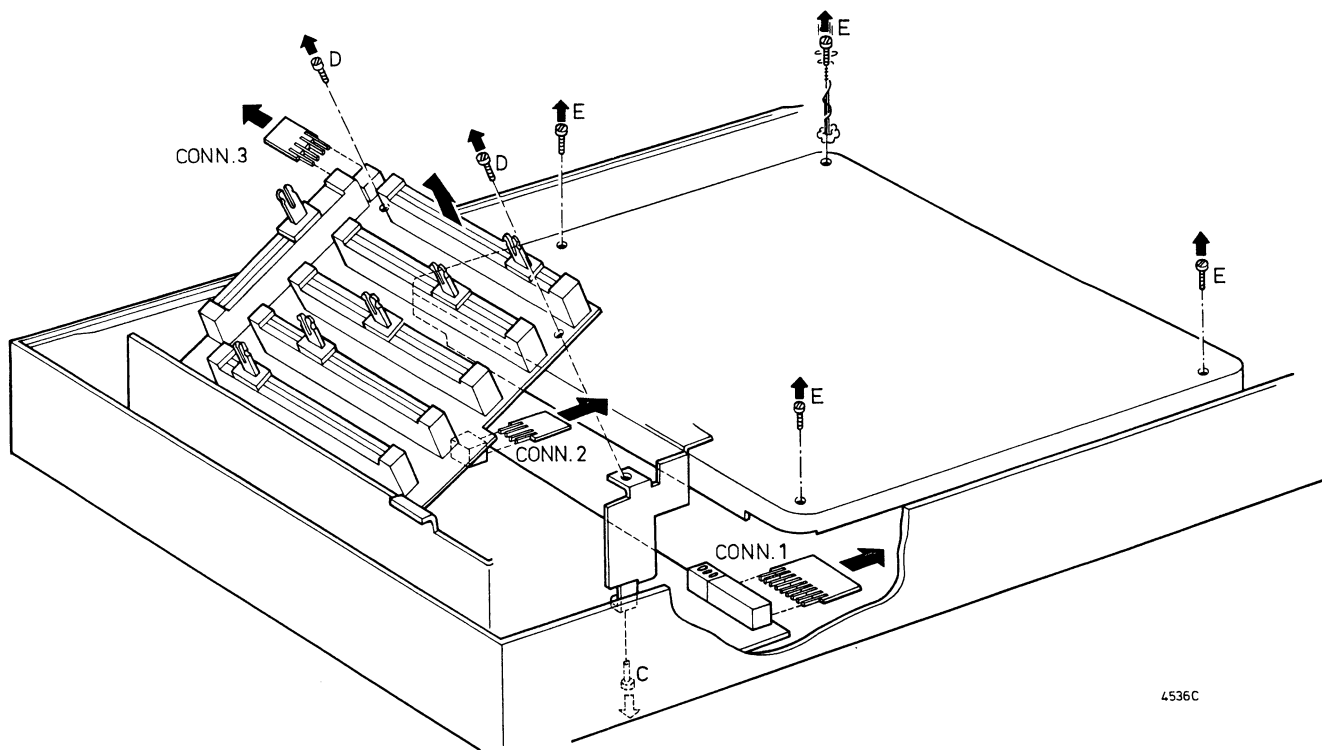

Fig. 3
III. ERSATZ VON LAUFWERKTEILEN, Abb. 3 und 5
- Die Potentiometerleiterplatte ist nach Abnehmen von Konnektor 3 und dem Lösen der beiden Schrauben D klappbar (Abb. 3)